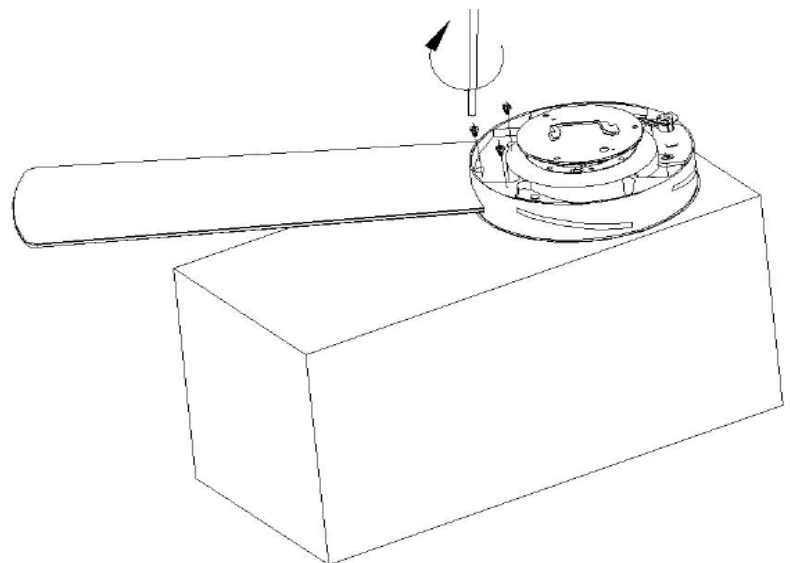

Abb. 5
- Sichern Sie die Ventilatorflügel mit den 3 Schrauben, und achten Sie darauf, dass die 3 Schrauben für jeden Ventilatorflügel jeweils gleich festgezogen sind. Ziehen Sie die Schrauben nicht zu fest angezogen sind. Wiederholen Sie den Vorgang für alle Ventilatorflügel. Abb. 5.